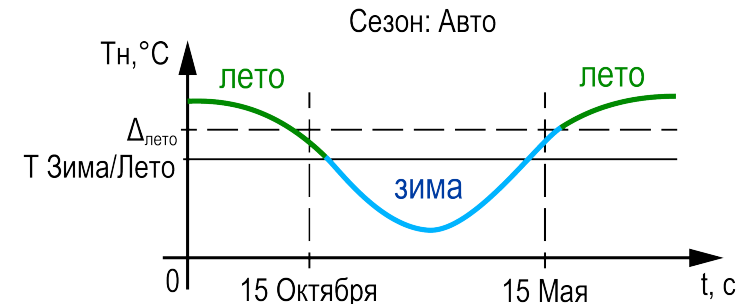

Рисунок 10.4 – Определение сезона
- параметр **Переход: Авто** — к условию перехода между режимами в ручном режиме добавляется условие автоматического перехода (см. рисунок 10.4). Условие перехода в **Лето**: среднесуточная температура наружного воздуха стала выше значения установленного в параметре **Уставка лето** на 3 градуса (не редактируемая величина) и текущая дата находится в диапазоне между датой включения режима Лето (**Вкл**) и датой выключения (**Выкл**). Условие перехода в **Зиму**: среднесуточная температура наружного воздуха стала ниже значения установленного в параметре **Уставка лето** и текущая дата находится в диапазоне между датой выключения режима Лето (**Выкл**) и датой включения (**Вкл**). На рисунок 10.4 в качестве примера изображается 15 октября (дата перехода из Лета в Зиму) и 15 мая (дата перехода из Зимы в Лето).